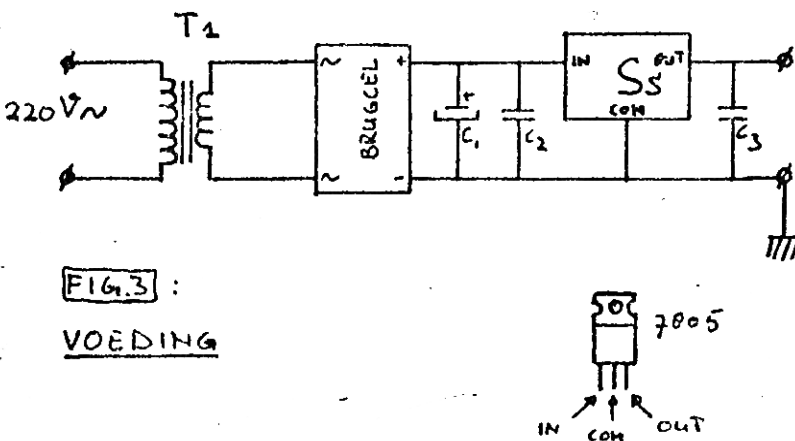

FIG. 3:
a. Uitlezen: door de "START"-toets in te drukken gaat de preset ingang van P1 even naar 0 waardoor Q naar 1 gaat (Q naar 0). Via poort R2 wordt een naaldpuls gegeven naar de adresstellers L, K, en J, zodat het met schakelaar S5 ingestelde address wordt ~~in~~ "ingeload". Via N2 wordt de loadpuls ook doorgegeven naar de 8-bits-teller O. Tenslotte gaat deze puls ook naar S2 (via diode D2 en poort N1), waardoor Q=1 van S2. Poort R4 zorgt dat Q van P2 naar 1 gaat. Dan kunnen de RAM's H en G uitgelezen worden. Poort Q3 laat punt (A) naar 1 gaan. Hierdoor wordt via M4 en N4 de klokosc. vrijgegeven. Het kloksignaal wordt via R1 doorgegeven aan de tellers. Het morsesignaal gaat via T1 en diode D7 naar het uitgangscircuit (punt (E)). Telkens wanneer punt (E) naar 1 gaat, wordt de 8-bitsteller gereset. Na 8 bits spatie gaat Qd van teller O naar 0. Via N3, R3, en R4 komen Q van P1 en P2 op 0 resp. 1 te staan: de beginsituatie. Na de 2048e bit gebeurt hetzelfde via differentierend netwerk C1, poort N2, N2 etc.
b. Inlezen: door de "PROG"-toets in te drukken gaat de clear ingang van P2 even naar 0, dus gaat Q naar 0. Nu kunnen de RAM's ingelezen worden. De loadpuls verschijnt weer via R2. Zo gauw de uitgang van de seinsleutel (punt (E)) naar 1 gaat, gaat Q van S1 naar 0. Via Q3 gaat daarom (A) naar 1. De tellers gaan dan tellen: het eigenlijke inlezen is nu begonnen. Het inlezen stopt na 8 bits spatie. Tijdens het inlezen verschijnt het morsesignaal via diode D6 aan de uitgang.
c. Stoppen: behalve door 8 bits spatie kan het uitlezen gestopt worden als (E) (uitgang sleutel) naar 1 gaat. Q4 zorgt dat de clear ingang van S2 naar 0 gaat. H.u.v. Q=0. Via R3 komen P1 en P2 weer in hun begintoestand. Hetzelfde gebeurt wanneer de "STOP"- toets wordt ingedrukt.
d. Herhaald uitzenden van een boodschap: als de "RECIRC"-schakelaar gesloten wordt, zal de uitleesprocedure direkt opnieuw gestart worden, nadat het uitlezen is gestopt via punt ① (dus na 8 bits spatie of na de 2048e bit). Het uitlezen stopt helemaal wanneer dit gaat via flipflap S2. Om daarna weer te starten hoeft enkel de "START"-toets ingedrukt te worden. De "RECIRC"-schakelaar kan gesloten blijven, indien herhaald uitzenden gewenst blijft.
h. In fig. 3 is het schema van een eenvoudige voeding weergegeven.